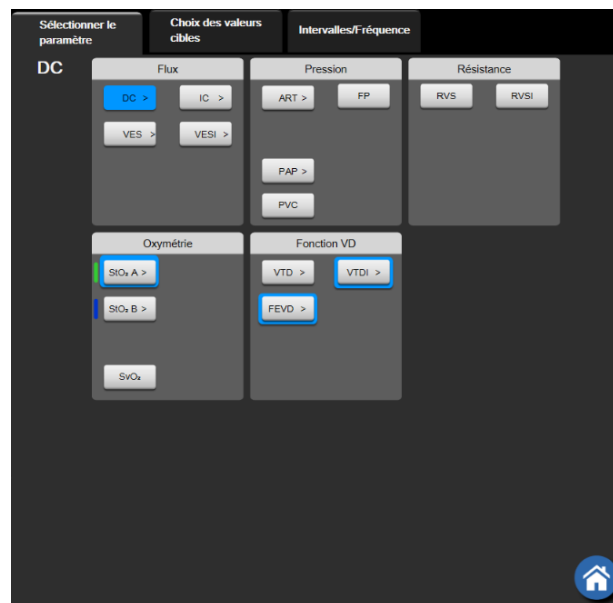

Figure 5-4 Exemple de menu de configuration des pavés de sélection des paramètres clés
- 2 Dans le menu de configuration des pavés qui s'ouvre, le paramètre sélectionné est mis en surbrillance en couleur et les autres paramètres affichés sont entourés en couleur. Les paramètres disponibles s'affichent à l'écran sans mise en surbrillance. La figure 5-4 affiche l'onglet de sélection des paramètres du menu de configuration des pavés qui apparaît lors de la sélection des paramètres continus et en cours de surveillance à l'aide du module HemoSphere Swan-Ganz. L'apparence de cette fenêtre pendant la surveillance avec d'autres modules HemoSphere ou d'autres câbles varie de la représentation donnée à la figure 5-4.
Les paramètres sont classés en catégories. Les catégories disponibles se basent sur le mode de surveillance actuel. Les catégories, énumérées ci-dessous, sont regroupées dans le menu de configuration de sélection des paramètres. Voir figure 5-4.